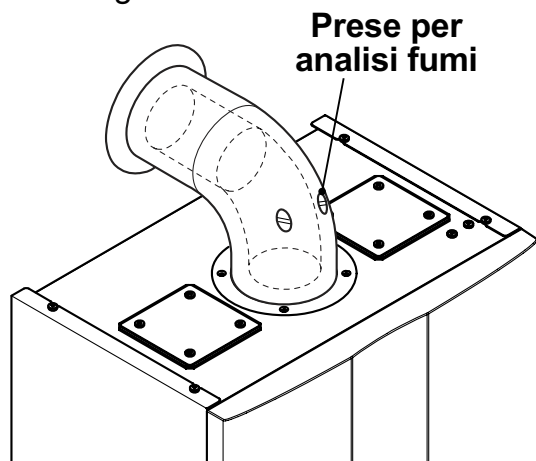

Figura 9.9
- Collegare un analizzatore fumi alle prese di analisi fumi poste sugli scarichi fumi della caldaia Figura 9.9 .
- Verificare la combustione della caldaia utilizzando le prese posizionate sui tubi fumo (Figura 9.9) e confrontare i dati misurati con i seguenti.